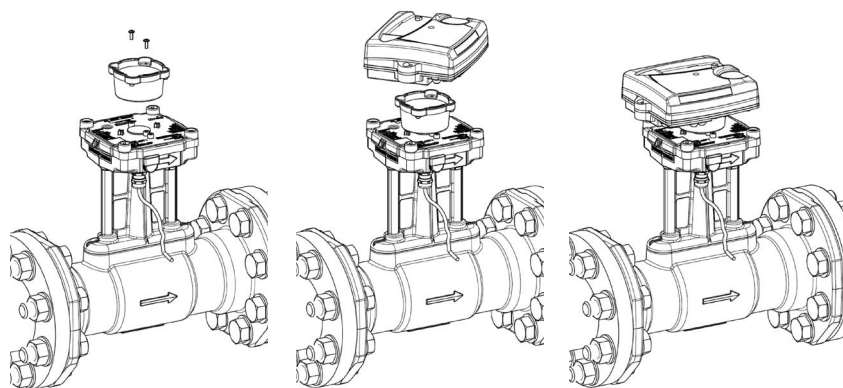

Fig. 5: montaggio di una unità di calcolo Itron CF51/CF55 su AXONIC
- I calcolatori CF 51 e CF 55 possono essere applicati al flussometro utilizzando l'adattatore fornito con il flussometro (vedi fig. 5).